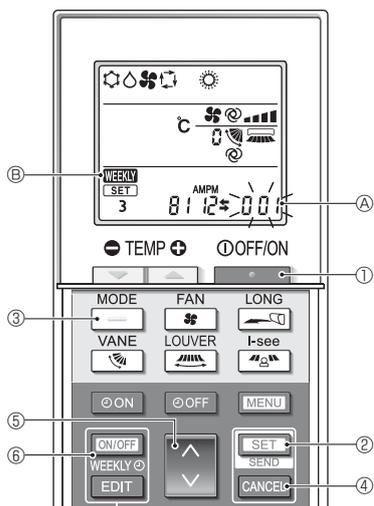

Fig. 4-12
#### 4.12.8. Désactivation du mode AUTO (Fig. 4-12)
- Appuyez sur la touche **STOP** ① pour arrêter le climatiseur.
- Si la minuterie hebdomadaire est activée, appuyez sur la touche **ON/OFF WEEKLY** ⑥ pour la désactiver. (**WEEKLY** ⑥ disparaît.)
- Appuyez sur la touche **SET** ② pendant 5 secondes.
- L'appareil passe en mode de réglage des fonctions. (Le numéro de réglage du modèle (A) clignote.)
- Appuyez sur la touche **↓** ④.
- Achèvement des réglages (Fig. 4-12)